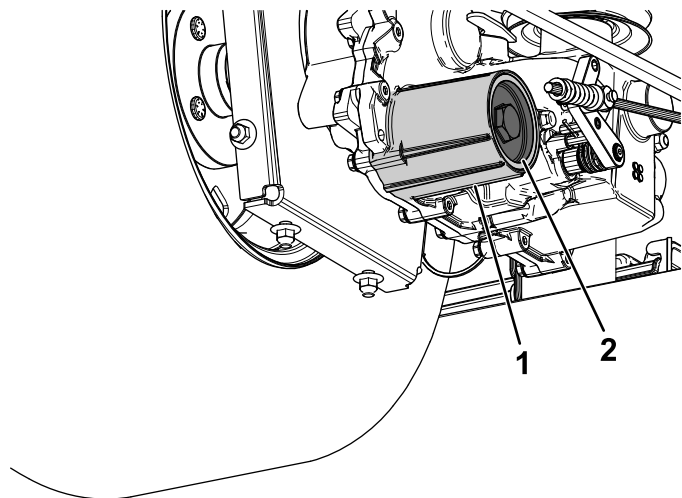

Figure 67
7. Déposez le couvercle du filtre à huile hydraulique de la boîte-pont pour vidanger le liquide (Figure 67).